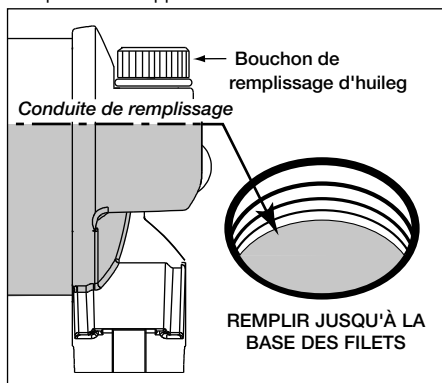

Figure 16, Niveau d'huile du réservoir
3. Vérifier le niveau d'huile. Voir Figure 16. Si le niveau d'huile est faible, ajouter de l'huile jusqu'à ce que son niveau atteigne la base du filet de l'ouverture du bouchon de remplissage d'huile.